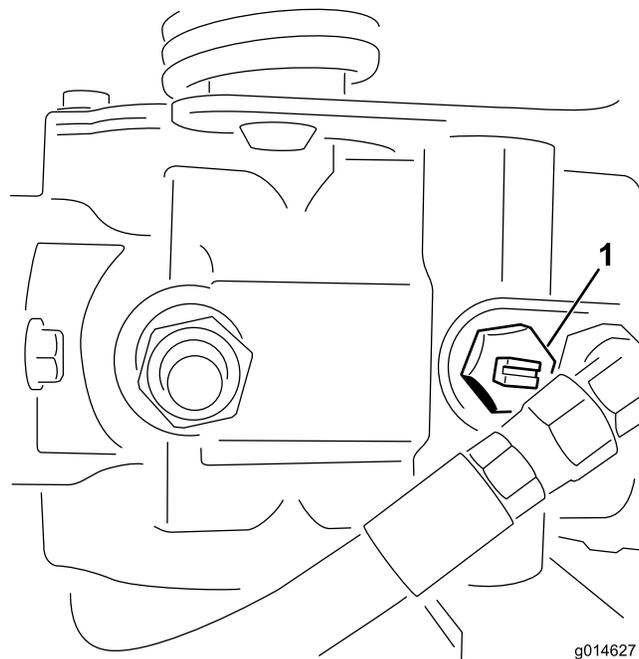

图27
1. 找到并旋转泵上的旁通阀使槽处于垂直位置 图27。
2. 启动发动机之前、旋转旁通阀、使槽处于水平位置、这样就可以关闭旁通阀 (图27)。